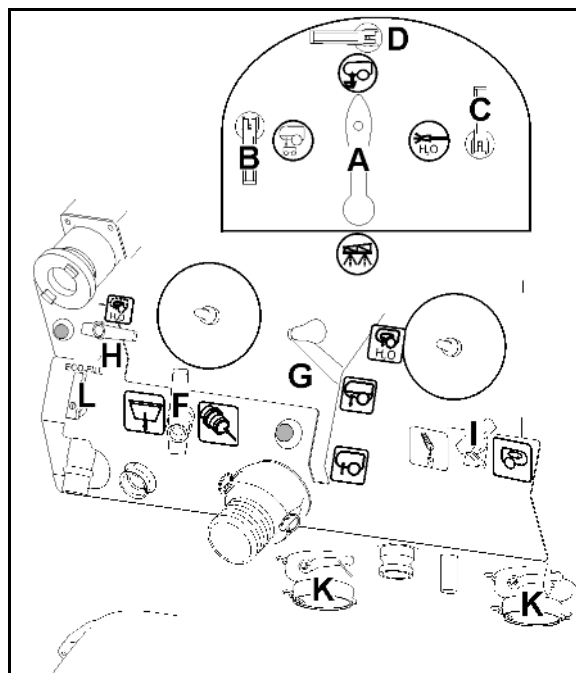

Fig. 122
Nettoyez le filtre d'aspiration (Fig. 122) quotidiennement après le nettoyage du pulvérisateur.
1. Desserrez le couvercle du filtre d'aspiration (Fig. 122/2).
2. Retirez le couvercle avec le filtre d'aspiration (Fig. 122/3) et nettoyez à l'eau.